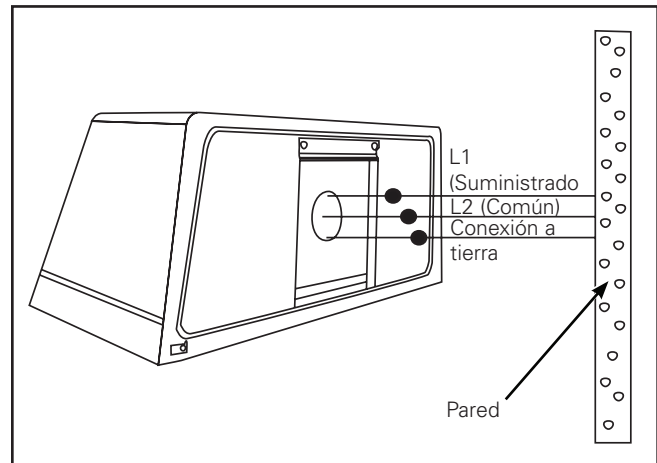

Figura 2.
Cableado (Figura 2).
4. Complete las conexiones por diagrama (Figura 2.) y según los estándares NEC o Canadienses mediante los métodos y dispositivos aprobados.